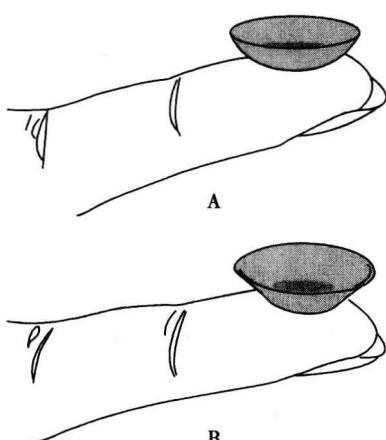

图 1-1 侧面检查
1. 侧面检查 是检查镜片正反面最常用的方法。将镜片凹面向上放在示指尖上，尽量做到几乎呈一点接触指尖，然后从侧面观察镜片的边缘部分。如果是正面（与角膜接触的一面）朝上，则成碗状，反面朝上时，则成盘状。注意：为检查方便准确，先让镜片稍稍脱水，相对干些，以便成形观察（图 1-1）。